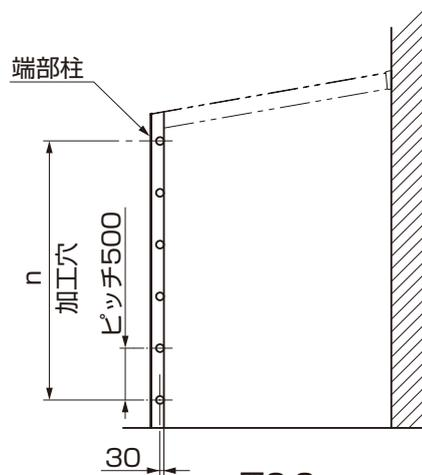
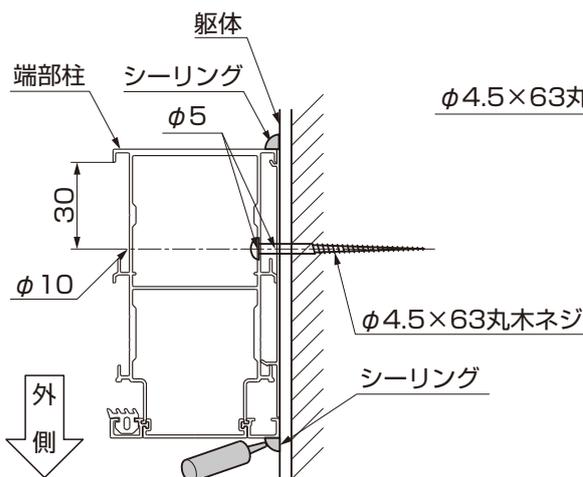
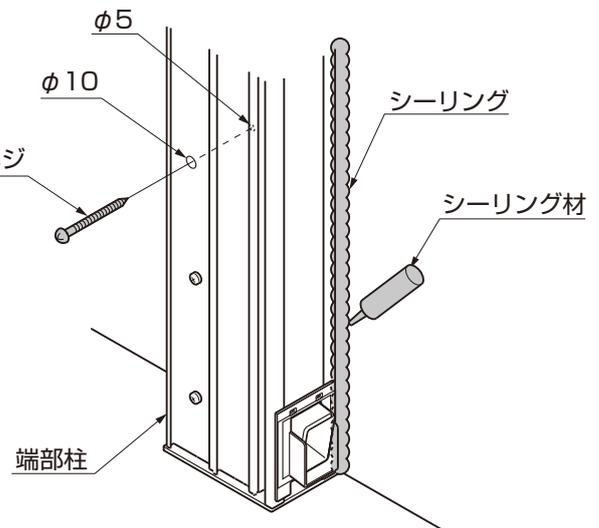

図8-2
図8-3
図8-4
- ① 入隅側の端部柱に、φ10、φ5の穴をあけてください。(図8-2、図8-3、表8-1参照)
- ② 端部柱と躯体を、「φ4.5×63丸木ネジ」で取付けてください。(図8-3、図8-4参照)
- ③ 端部柱と躯体の取合せ部にシーリングをしてください。(図8-4参照)